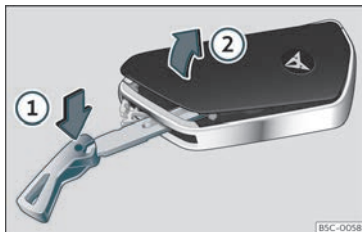

Fig. 76 Chave do veículo: abrir a tampa do compartimento da pilha.
- Introduza o palhetão na ranhura >>> Fig. 76, pressione no sentido da seta ① e solte a tampa fazendo alavanca ②.